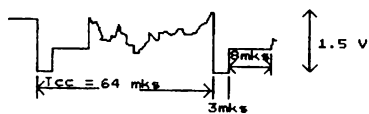

Рис. 4
- Video - полный телевизионный сигнал для подключения к ч/б монитору (рис. 4);